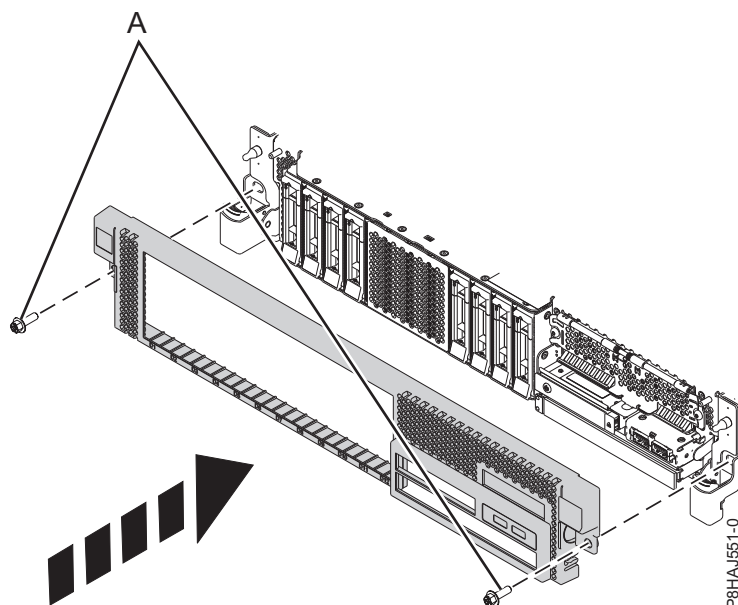

Figura 175. Instalar a tampa anterior
3. Feche os trincos de segurança empurrando na direcção mostrada em Figura 175 na página 215. A tampa fica encaixada e tem uma indentação que lhe permite segurá-la mais facilmente.
4. Substitua os parafusos de transporte (A).